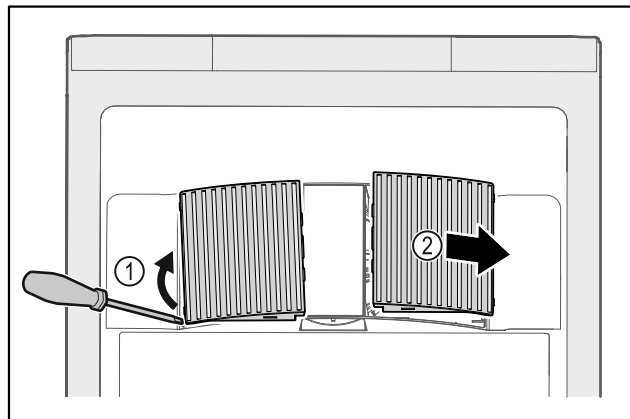

Fig. 145
- Bänd försiktigt loss fläktkåporna på sidan Fig. 145 (1) och ta av dem framåt Fig. 145 (2).